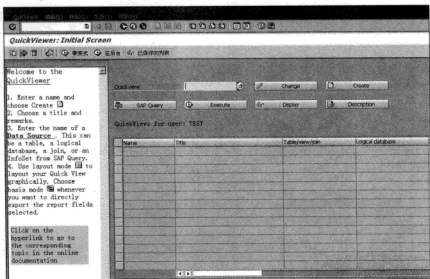

图 12-2 QuickView 编辑界面
STEP 1 通过菜单选择“工具→ABAP 工作台→实用程序→SQVI→快速查看”，或者在命令栏中输入“SQVI”命令，弹出 Quick View 编辑界面，如图 12-2 所示。